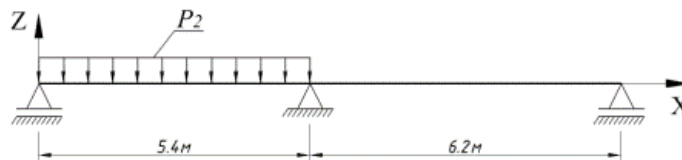

Рисунок 13 - Схема загрузки 3
- Загружение 3 - равномерно распределенная в первом пролете $P_2 = 0,87 \text{ т/м}$ (рисунок 13).